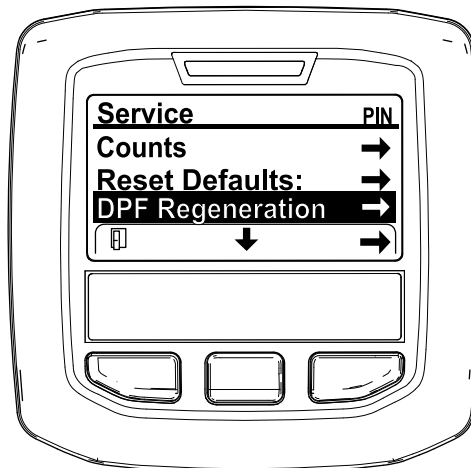

Figure 43
3. Dans le MENU ENTRETIEN, appuyez sur le bouton central jusqu'à ce que l'option RÉGÉNÉRATION DU FAP s'affiche, et appuyez sur le bouton droit pour sélectionner l'option RÉGÉNÉRATION DU FAP (Figure 43).